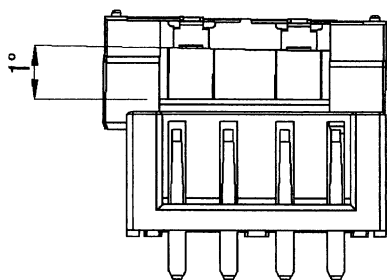

図3
- ・嵌合時の許容角度は図3～図4になりますので、記載角度以下で使用してください。